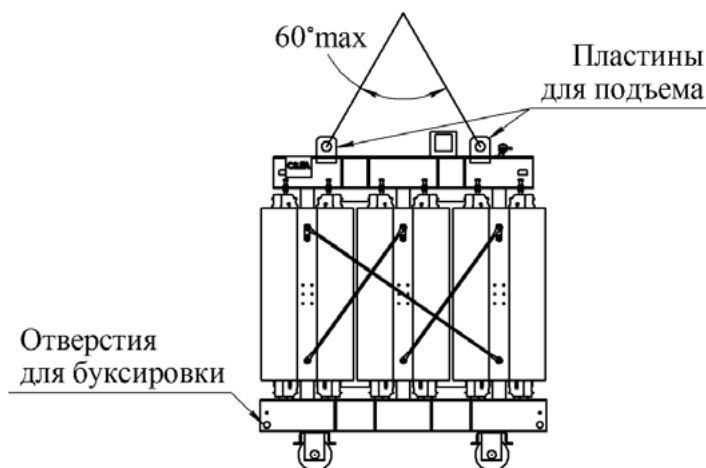

Рисунок 2 – Схема строповки трансформатора
3.6 Для строповки трансформатора необходимо одновременно использовать все 4 пластины для подъема (смотри рисунок 2). При конструктивном исполнении трансформатора без подъёмных пластин, для подъёма предусмотрены специальные отверстия в верхних ярмовых балках. Схема строповки указана в габаритном чертеже. Угол между стропами не должен превышать 60 °.
трансформатора либо трансформатора со степенью защиты IP00 на катках необходимо использовать буксировочные отверстия, расположенные на нижних ярмовых балках (смотри рисунок 2). Точками опоры для перемещения трансформатора на катках в кожухе, активной части либо трансформатора со степенью защиты IP00 должны использоваться подкареточные балки трансформатора.